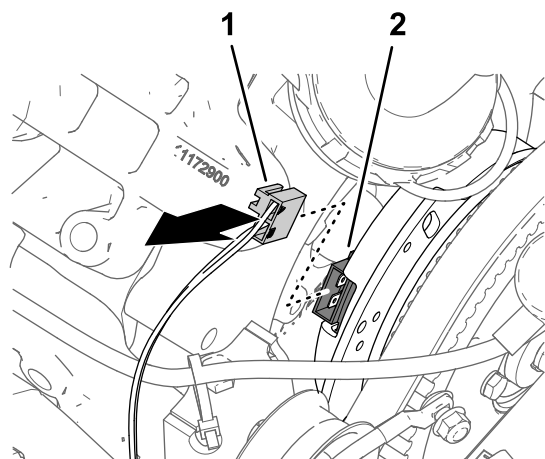

Figura 165
1. Scollegate il connettore a 2 prese del cablaggio preassemblato della macchina indicato come BOBINA DELLA POMPA DI IRRORAZIONE dal connettore a 2 pin dell'alternatore (Figura 165).